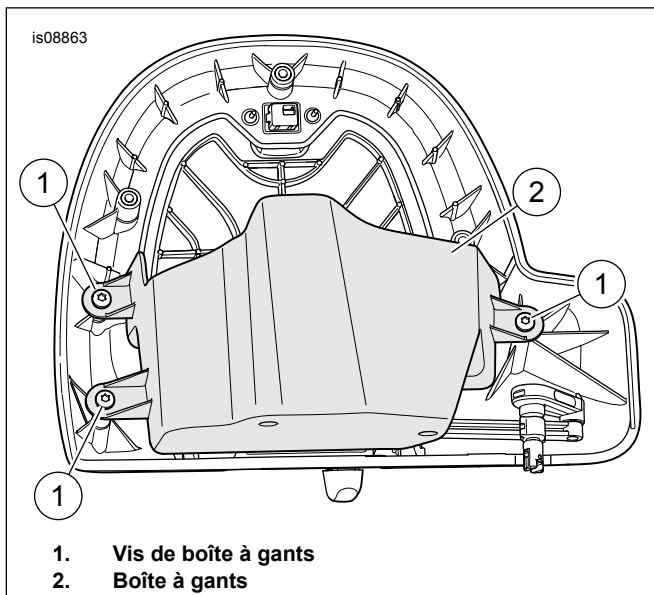

Figure 3. Vis de boîte à gants
3. Voir Figure 3 . Retirer les trois vis de la boîte à gants. Retirer l'ensemble de boîte à gants (2).